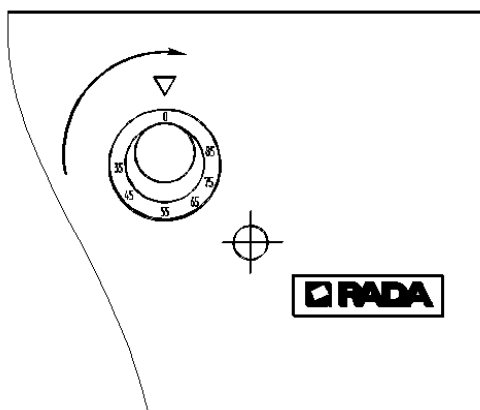

Рисунок 6- Схема поворота ручки терморегулятора
**7.4** Включить изделие в сеть. Повернуть ручку терморегулятора по часовой стрелке из положения «0» и установить лимб ручки терморегулятора в положение «85» (рисунок 6).